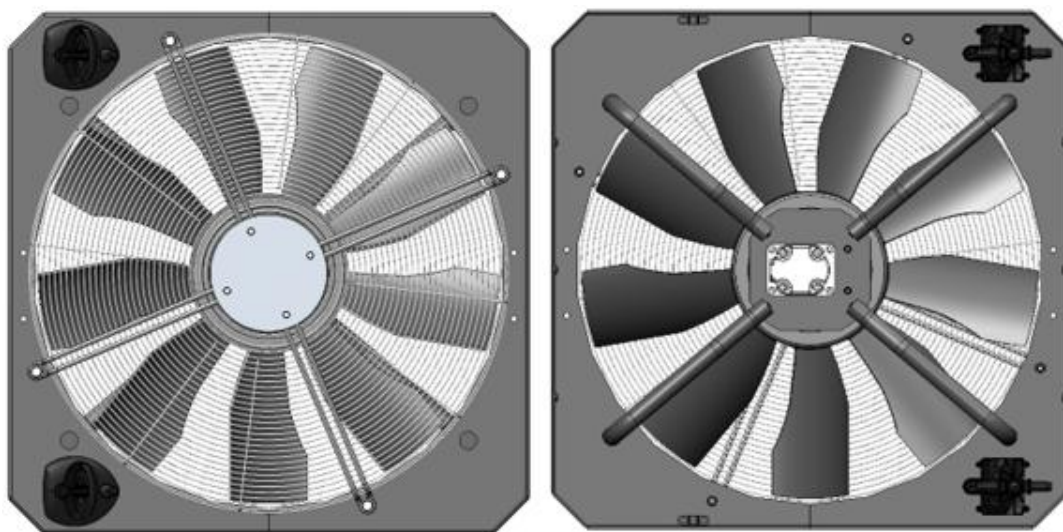

Рисунок 5.36. Крыльчатка вентилятора
► Осмотреть крыльчатку вентилятора на наличие повреждений, рис. 5.36.